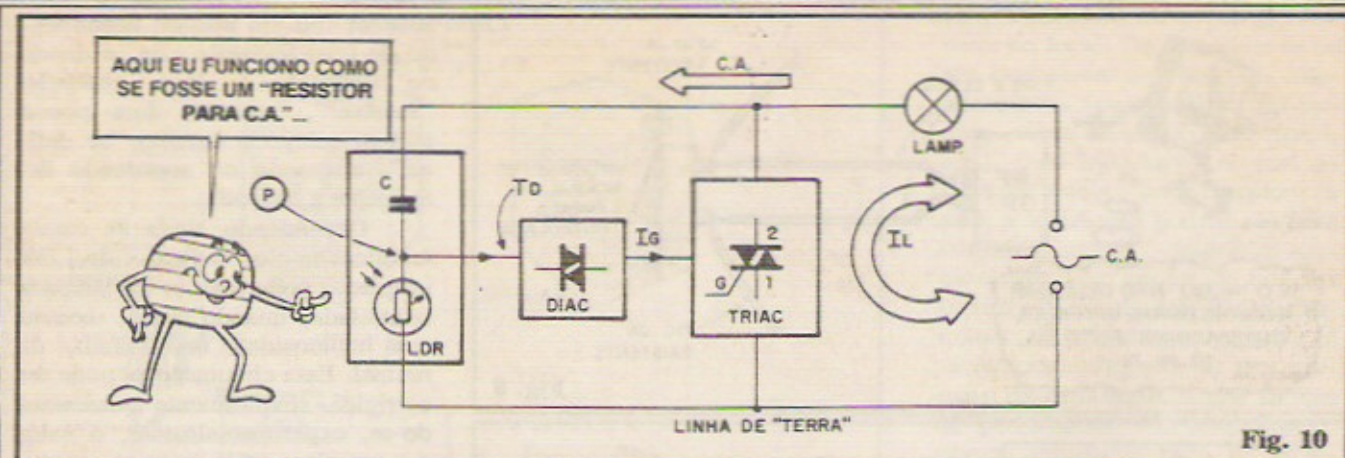

Fig. 10
- FIG. 10 - Pelo que já foi falado (em "antecipações teóricas") a respeito do LDR, e sua capacidade de apresentar alta resistência, quando no escuro, e baixa resistência, sob luz forte, alguns Leitores/"Alunos" podem ter imaginado que o circuito ficaria ainda mais simples se o dito LDR controlasse diretamente a energia para a lâmpada... Infelizmente, embora tal raciocínio tenha plena lógica, na prática o LDR não con-